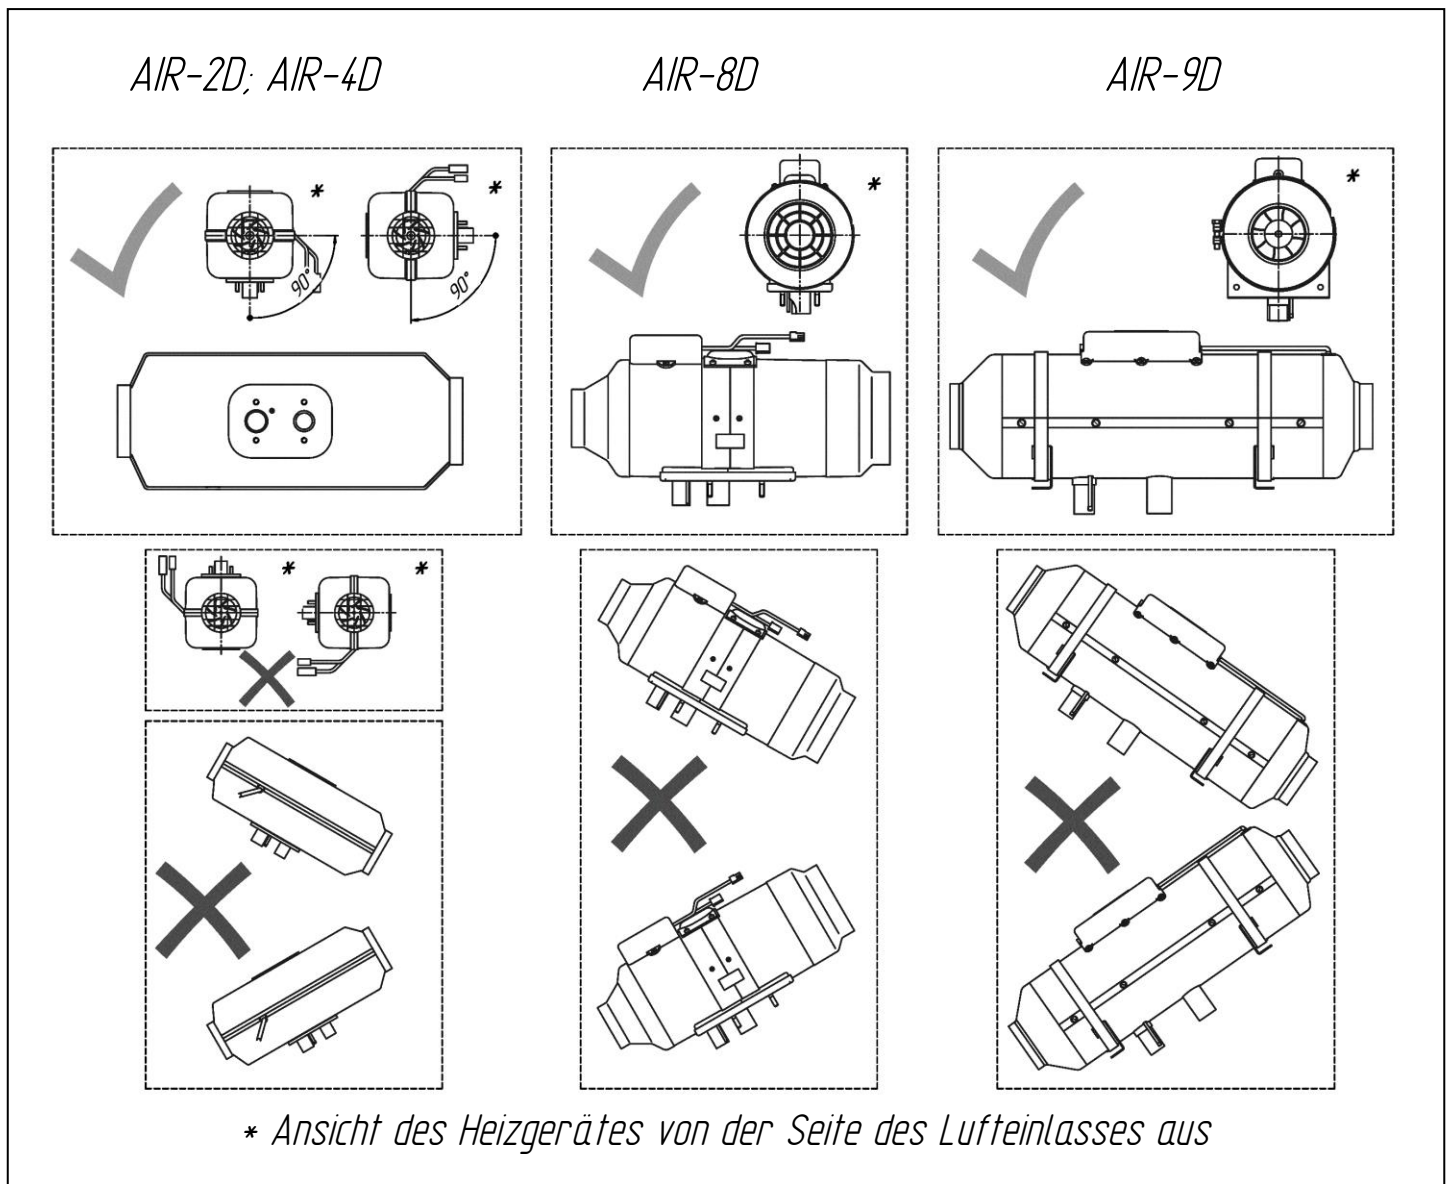

Abb. 1a - Einbaulagen des Heizgerätes
Installieren Sie das Heizgerät unter Berücksichtigung der zulässigen Betriebsposition gemäß Abb.1a/b. Berücksichtigen Sie die mögliche Krängung des Schiffes, wenn Sie es auf einem Seefrachtschiff installieren.
Wenn das Heizgerät mit dem Auspuffrohr nach unten und dem Lufteinlass zu Ihnen gerichtet positioniert ist, gilt es als 0°-Position. AIR-2D und AIR-4D können zwischen 0 und 90° geneigt werden. Aus dem gleichen Blickwinkel müssen die Kabel bei 2D und 4D auf der rechten Seite oder auf der Oberseite des Heizgerätes verbleiben. **Die AIR-8D und AIR-9D sollten nicht gekippt werden (siehe Abb.1a).**
**ACHTUNG!!!** Der zuverlässige Betrieb des Heizgerätes hängt von der korrekten Installation des Heizgerätes ab. Das Heizgerät muss horizontal installiert werden (gemäß Abb.1a).